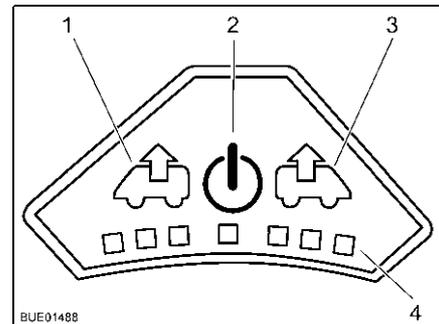

Bild 93 Bedienfeld des Ventilators
- Einschalten:** ■ Taste Ein/Aus (Bild 93,2) drücken. Der Ventilator läuft im Komfortmodus (Entlüften mit niedrigster Ventilatordrehzahl).
- Entlüften:** ■ Um die Ventilatordrehzahl zu erhöhen: Taste Entlüften (Bild 93,1) drücken. Die Ventilatordrehzahl in Entlüftungsrichtung nimmt um eine Stufe zu. LEDs (Bild 93,4) zeigen die Schaltstufen an.
■ Um die Ventilatordrehzahl zu verringern: Taste Belüften (Bild 93,3) drücken. Die Ventilatordrehzahl nimmt um eine Stufe ab.
- Um die Ventilatorzahl zu erhöhen: Taste Belüften (Bild 93,3) drücken. Die Ventilatorzahl in Belüftungsrichtung nimmt um eine Stufe zu. LEDs (Bild 93,4) zeigen die Schaltstufen an.
- Um die Ventilatorzahl zu verringern: Taste Entlüften (Bild 93,1) drücken. Die Ventilatorzahl nimmt um eine Stufe ab.
- Taste Ein/Aus (Bild 93,2) drücken. Der Ventilator stoppt, die LEDs erlöschen.